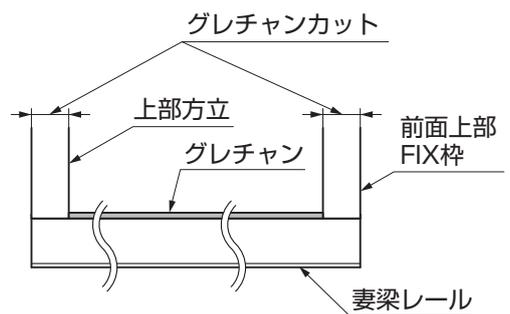

図4-5
- 妻梁レールに取付けるグレチャンが上部方立、前面上部FIX枠に干渉する場合は切断してください。(図4-5参照)
①妻梁レールを端部柱と前面上部フィックス枠、躯体と上部方立のそれぞれのすき間にスライドしてはめ込み、[50-2] または [51-2]、[50-3]、[51-3] で取付けてください。